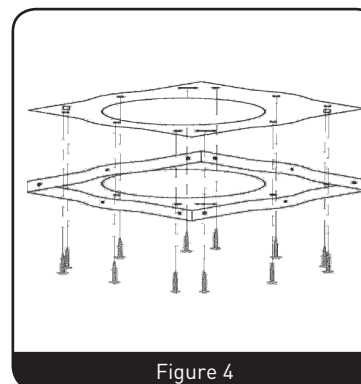

Figure 4
1. Positionnez la plaque de fixation sur le plafond et marquez l'emplacement des trous de vis. La plaque de fixation doit être solidement fixée sur le plafond. (Figure 4)